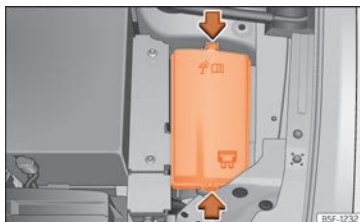

Fig. 57 En el vano motor: tapa de la caja de fusibles.
- Presione las pestañas de bloqueo para desbloquear la tapa de la caja de fusibles »» **fig. 57**.